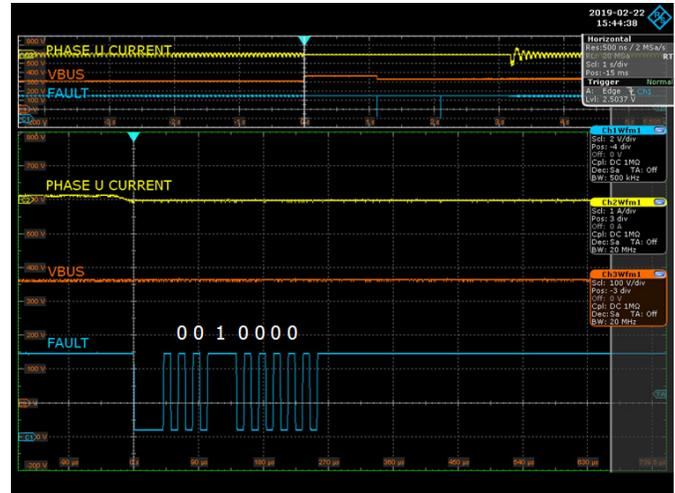

図 19. 入力過電圧後のインバータ シャットダウン
(1) 入力過電圧が発生し、図 19 に示されているように OV ステータスでインバータがシャットダウンされます。(2) 過電圧状態が解消され、(3) ではシステム マイクロコントローラがステータス問い合わせコマンドを送信してデバイスのステータスを確認します。図 20 は、ステータス問い合わせコマンドと、3 つのデバイスすべてからのステータス レポートを示しています。すべてのデバイスが READY ステータスをレポートし、システム マイクロコントローラがインバータをリスタートします。